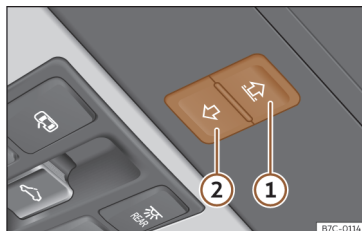

Fig. 62 Sur le revêtement intérieur du toit : bouton de fonction du store pare-soleil.
- S'il ne se ferme toujours pas, dans les 5 secondes qui suivent, appuyez sur la touche >>> **fig. 62 ②** jusqu'à ce que le store se ferme complètement. **Le store se ferme sans que le dispositif anti-pincement n'intervienne !**